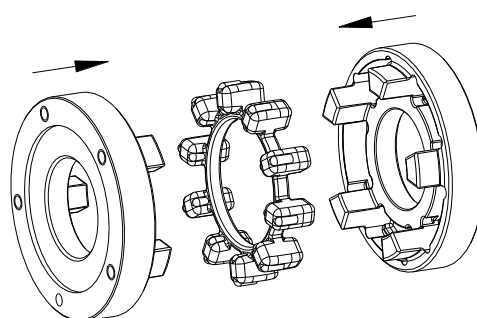

図 28: ドライビングフランジとエラストマーリングの組立て
- 2 つのドライビングフランジとエラストマーリングを組み立てて下さい。(図 28 をご参照)